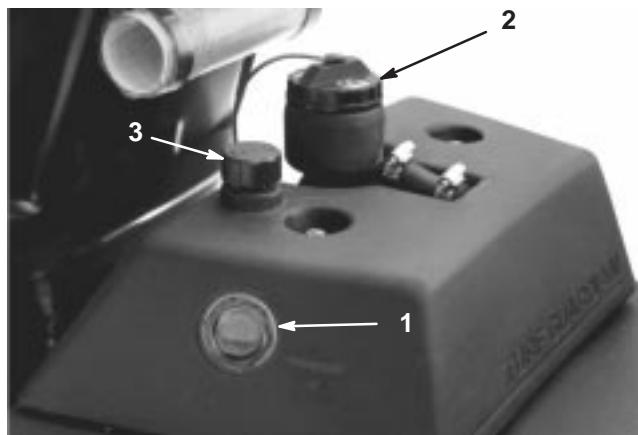

Figure 17
- Placez la machine sur une surface plane et horizontale. Attendez que la machine ait refroidi pour que l'huile soit froide. Contrôlez le niveau d'huile à travers le viseur sur le côté du réservoir d'huile auxiliaire (Fig. 17). Si le niveau atteint le repère du plein à côté de la jauge, il est inutile de faire l'appoint.